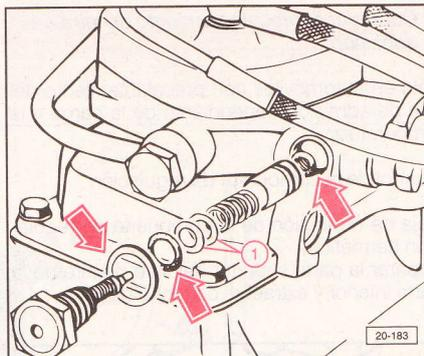

Fig. 4.83
Ajustar la presión del sistema sustituyendo las arandelas de ajuste (1) (Fig. 4.83).